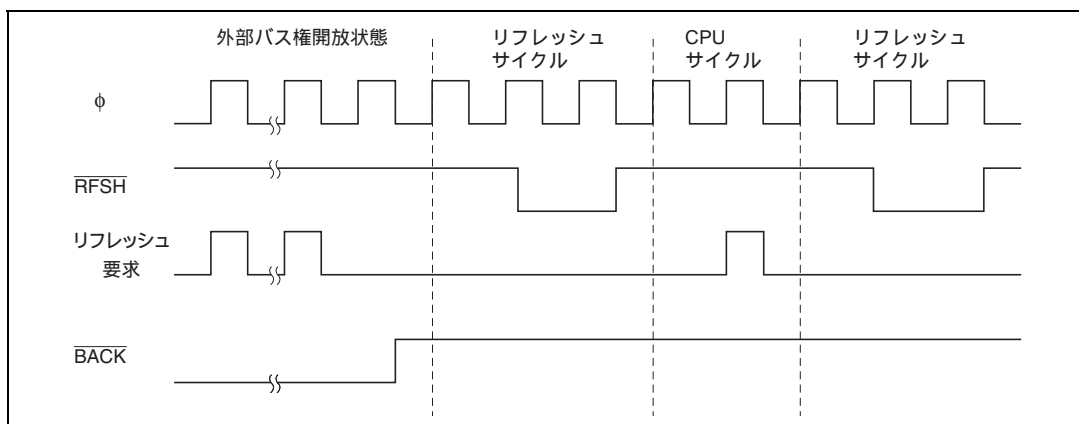
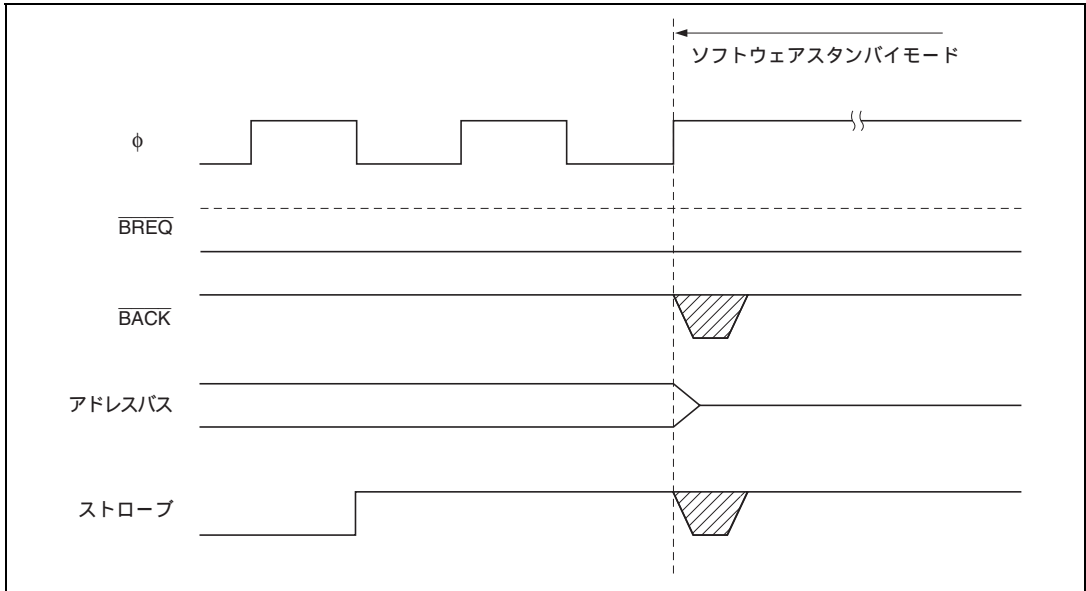

図 6.35 バス解放状態時のリフレッシュサイクル
図 6.36 バス解放状態とソフトウェアスタンバイモード
- (1) 外部バス権解放状態、ソフトウェアスタンバイモード、またはバスサイクルがウェイトステートの挿入により長く続く場合、リフレッシュサイクルは実行されません。したがって、これらの状態では、別の方法でリフレッシュを行う必要があります。
- (2) 外部バス権解放状態中に内部でリフレッシュ要求が発生した場合、最初の要求が保持され、バス権解放状態解除後、リフレッシュサイクルが1回だけ実行されます。図6.35にその場合のバスサイクルを示します。
- (3) バスサイクルがウェイトステートの挿入により長く続く場合も、外部バス権解放状態と同様に、最初の要求が保持されます。
- (4) ソフトウェアスタンバイモードへ遷移するとき、外部バスマスタからのバス権要求が競合すると、ソフトウェアスタンバイモードへの遷移時にBACKとストロープの状態が不確定になる場合があります(図6.36参照)。ソフトウェアスタンバイモードを使用するときは、SLEEP命令を実行する前に、BRCRのBRLEビットを0にクリアしてください。また、セルフリフレッシュモードへの遷移でも同様の競合により、ストロープ波形出力が保証されないことがあります。これもBRCRのBRLEビットを0にクリアすることにより防止できます。
- (5) セルフリフレッシュ解除直後、CPUサイクルが始まるまでの一定期間、外部バス権解放が可能です。セルフリフレッシュ直後のRASプリチャージ時間の規定を充たすようRASの状態に注意してください。